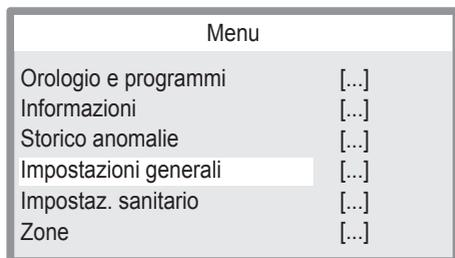

Figura 5.49
- Premere i tasti 12 o 13 (Figura 5.47) per selezionare il menu desiderato (Figura 5.49).